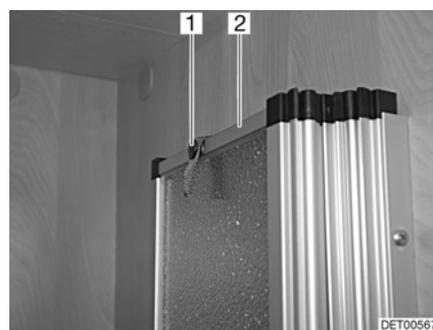

Fig. 113 Dispositivo de fijación, panel de separación de la ducha
- Soltar la cinta de sujeción (Fig. 113,1) del panel de separación de la ducha (Fig. 113,2) y desplegar el panel de separación de la ducha.
- Plegar el panel de separación de la ducha (Fig. 113,2) y fijar la cinta de sujeción (Fig. 113,1).